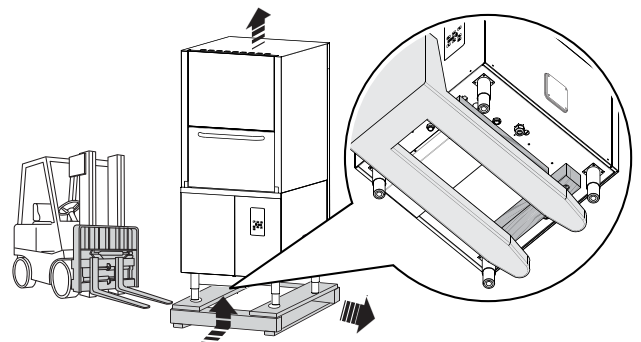

Figura 6 Colocación del aparato
- Suba el equipo con una carretilla elevadora, introduciendo las horquillas como se indica a continuación, retire la base y coloque el aparato en el lugar donde se instalará (Figura 6).